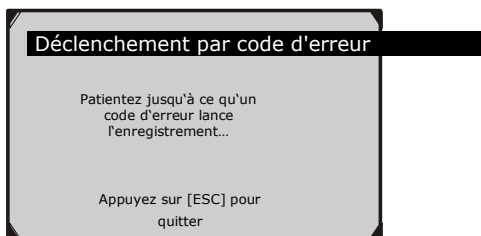

Figure 5.25
- Si vous avez sélectionné le **Déclenchement par code d'erreur** l'écran suivant s'affiche: (Figure 5.25)